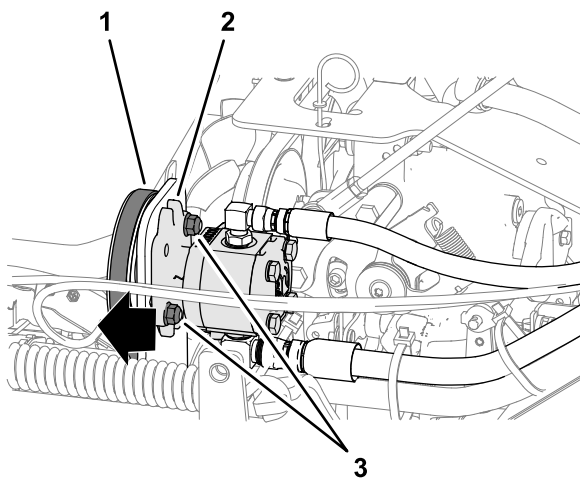

Figure 51
3. Desserrez les 2 contre-écrous à embase ($\frac{3}{8}$ po) qui fixent la pompe auxiliaire au support de montage (Figure 51).
4. Poussez la pompe vers l'extérieur (Figure 51) dans les fentes et serrez les contre-écrous à embase à un couple de 37 à 45 N-m (27 à 33 pi-lb).